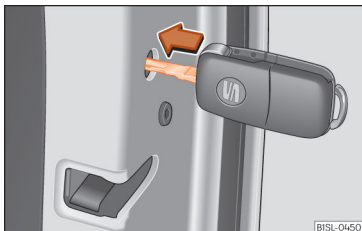

Abb. 6 Notverriegelung des Fahrzeugs mit dem Fahrzeugschlüssel.
- Schlüsselbart waagrecht in die Öffnung stecken und den kleinen farbigen Hebel nach vorn drücken » **Abb. 6**.